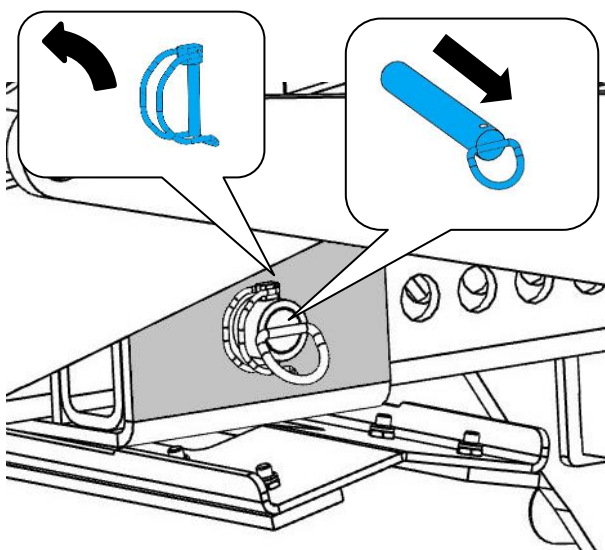

Abb. 2
2. Klappsplint (1) am Unterteil entfernen (Abb. 2).
3. Steckbolzen (2) herausziehen (Abb. 2).